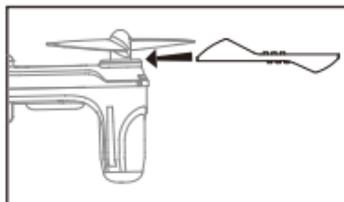
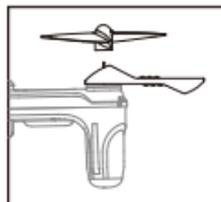

Bild 5
Bild 7
1. Um den Propeller zu entfernen, schieben Sie den beiliegenden Schlüssel zwischen den Motor und den Propeller (Bild 5/6). Dann drücken Sie den Spanner gegen den Propeller, um dieses zu entfernen (Bild 7).